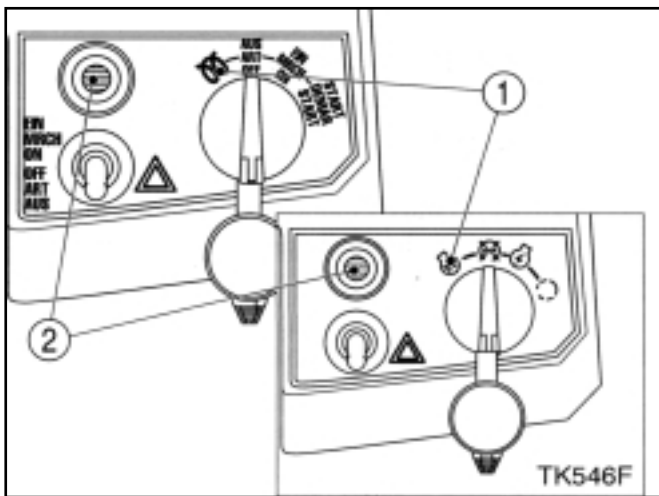

FIG. 8 / ABB. 8 / FIG. 8
Quand le contacteur (1) dans la Fig. 8 est sur la position PRECHAUFFAGE (☞ ou ☞☞), le témoin (2) s'allumera après quelques secondes pour indiquer que les chambres de combustion du moteur sont préchauffées et que le moteur, par temps froid, peut être démarré.
Wird der Zündschalter (1) in Abb. 8 auf Position **VORGLÜHEN** (☺) oder **☺** gestellt, leuchtet die Vorglühanzeige (2) mehrere Sekunden lang auf. Dies zeigt, daß die Brennräume zum Anlassen des kalten Motors vorgeheizt sind.
Wanneer men de contactsleutel (1) in Fig.8 naar de **VOORGLOEIEN**-stand draait, begint het voorgloeien-verklikkerlampje (2) na enkele seconden te branden om aan te duiden dat de verbrandingskamers in de motor voorverwarmd zijn en dat de koude motor gestart kan worden.